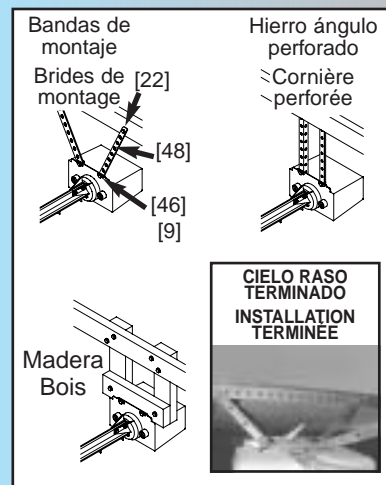

Fig. 2-11
- usando uno de los métodos preferidos que se muestra, **Fig. 2-11**, monte la caja de control. (Es posible usar otro método de montaje. El punto crítico que recordar es que el conjunto del montaje debe estar sólidamente acoplado y ser capaz de soportar el peso de la caja de control.) **NO ACOPLA A UNA PARED DE TABLA ROCA O A UN CIELO RASO SUSPENDIDO.** Debe estar anclado al entramado de la estructura del garaje.
- instalar la tête motorisée selon l'un des méthodes indiquées, **Fig. 2-11**, (Il est possible de procéder selon d'autres méthodes de montage. Il est par contre indispensable quelle que soit la méthode que l'ensemble soit solidement rattaché et capable de supporter le poids de la tête motorisée). **NE PAS FIXER AU PLACOPLATRE OU PLAFOND SUSPENDU.** Ne fixer qu'à l'ossature du garage.